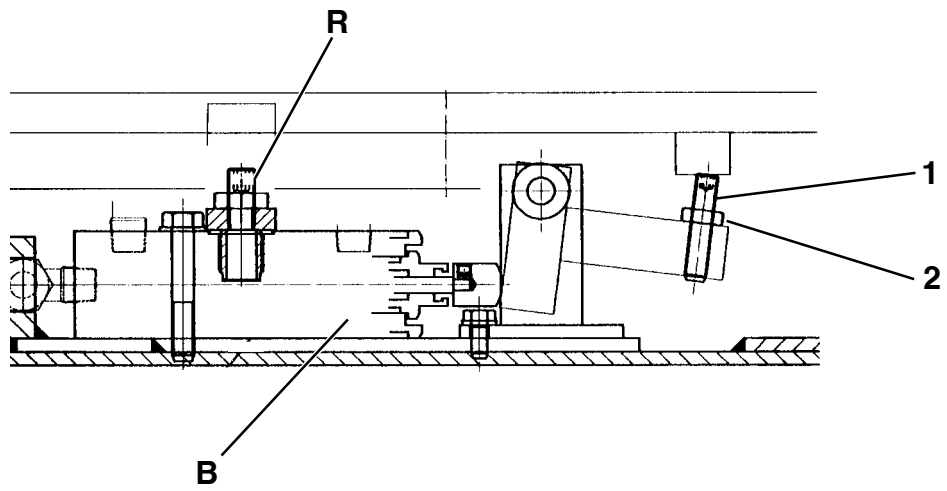
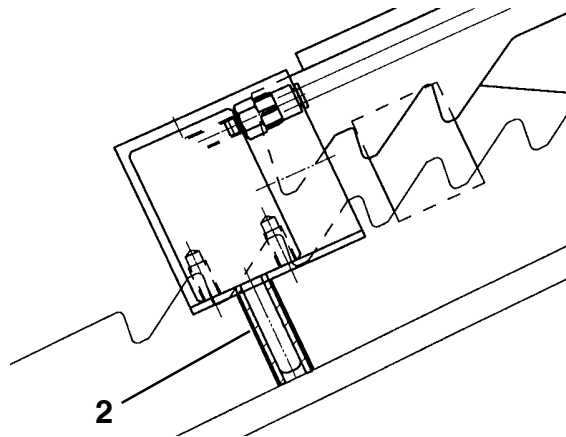
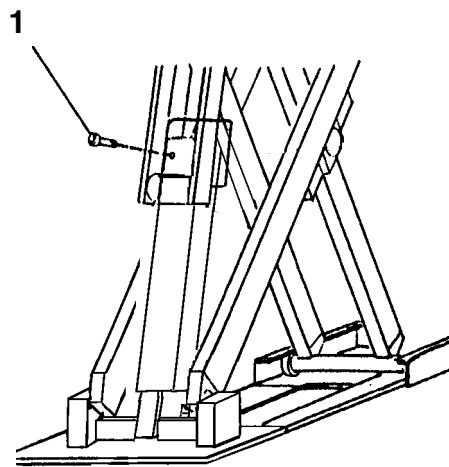

Fig. 15
Fig. 16
Fig. 17
Durante il collegamento dei tubi potrebbe entrare un po' di aria e quindi, per ristabilire il corretto funzionamento, operare come segue: con il rubinetto **R** chiuso, vedi Fig. 15, premere il pulsante di salita fino a battuta meccanica pedana **P1** (non importa la pedana **P2**).
Svitare la vite **1** (Fig. 17) del cilindro **P1** per spurgare l'aria (può verificarsi la discesa di **P2**) poi riavvitare.
Togliere l'alimentazione pneumatica in modo che l'arresto meccanico del cilindro **P1** rimanga agganciato sull'ultimo dente (cilindro tutto esteso) e inserire sotto l'arresto del cilindro **P2** il distanziale **2** (Fig. 16) (tubino Rilsan Ø 8x6 lungo 30 mm) in modo che il cilindro possa scorrere.
Aprire il rubinetto **R** (Fig. 15) e premendo il pulsante di discesa
with stopcock **R** closed (see Fig. 15), press the up button until platform **P1** reaches the mechanical stop (the position of **P2** is not important).
Loosen screw **4** (see Fig. 17) of cylinder **P1** to bleed the air (**P2** may drop), then tighten again.
Switch off the compressed-air supply so that the mechanical stop of cylinder **P1** remains fastened on the last tooth (cylinder fully extended) and fit spacer **2** (Fig. 16) underneath cylinder **P2** so the cylinder can slide. (Ø 8x6 rilsan tube of 30 mm length). floor. Open stopcock **R** (fig. 15) and press the down button to
Während des Anschlusses der Leitungen könnte etwas Luft eintreten. Zur Abhilfe bzw. Wiederherstellung des einwandfreien Betriebs, wie folgt vorgehen: bei geschlossenem Hahn **R** die Hebesteuertaste drücken, bis es zum mechanischen Anschlag der Fahrschiene **P1** kommt (die Fahrschiene **P2** ist unwichtig). Zur Entlüftung die Schraube **1** (Abb. 17) des Zylinders **P1** lösen (**P2** könnte sich senken) und wieder anziehen. Die pneumatische Versorgung unterbrechen, damit die mechanische Arretierung des Zylinders **P1** am letzten Zahn eingehakt bleibt (Zylinder ganz ausgefahren) und zur Zylindergleitung das Distanzstück **2**, (Abb. 116) (Schlauch aus Rilsan D. 8x6, 30 mm lang) unter die Arretierung des Zylinders **P2** einsetzen. Den Hahn **R** (Abb. 15) öffnen und über die Senksteuertaste **P2** bodeneben
Lors du raccordement des tuyaux, de l'air pourrait s'introduire dans le système, il faut donc opérer comme suit pour rétablir le bon fonctionnement: le robinet **R** (voir Fig. 15) doit être fermé; actionner la montée autant qu'il faut pour mettre le chemin de roulement **P1** en sa position de butée mécanique (la position du chemin de roulement **P2** n'est pas importante).
Desserrer la vis **1** (Fig. 17) du vérin **P1** pour purger l'air (il peut arriver que **P2** descende), puis resserrer.
Supprimer l'alimentation pneumatique de manière à ce que l'arrêt mécanique du vérin **P1** reste enclenché sur la dernière dent (vérin entièrement ouvert) et introduire sous l'arrêt du vérin **P2** l'entretoise **2** (Fig. 16) (tuyau rilsan Ø 8x6 30 mm de long) pour permettre au vérin de coulisser. Ouvrir le robinet **R** (Fig.
Durante la conexión de los tubos podría entrar un poco de aire y por este motivo, para restablecer el correcto funcionamiento es necesario proceder de la siguiente manera: con el grifo **R** cerrado, ver Fig. 15, presionar el pulsador de elevación hasta el tope mecánico de la plataforma **P1** (no interesa la plataforma **P2**). Destornillar el tornillo **1** (Fig. 17) del cilindro **P1** para purgar el aire (puede comprobarse el descenso de **P2**) y luego volver atornillar. Quitar la alimentación neumática de manera que el retén mecánico del cilindro **P1** se quede enganchado en el último diente (cilindro todo abierto) y colocar debajo del retén del cilindro **P2** el distanciador **2** (Fig. 16) (tubo de rilsan de Ø 8x6 longitud 30 mm) de manera que el cilindro pueda deslizar. Abrir el grifo **R** (Fig. 15) y presionando el pulsador de descenso bajar
fare scendere **P2** fino a terra, poi farla risalire 3-4 volte fino a 50-70 cm da terra. Assicurarsi che in centralina ci sia olio sufficiente. Portare **P2** a 150 cm di altezza e chiudere il rubinetto **R**, fare scendere il ponte di circa 50 cm dopo aver tolto il distanziale **2** (Fig. 16) e ripristinato il collegamento pneumatico, poi riaprire il rubinetto **R**. Mettere la **P2** 0,5-1 cm. più bassa di **P1**. Richiudere il rubinetto **R** bloccando con gli appositi controdadi e fare scendere a terra entrambe le pedane. **Staccare lo spinotto A** (Fig. 10). Il ponte funziona regolarmente quando partendo da terra ad un'altezza di 10 cm **P2** risulta più alta di **P1** di 1-2 cm.
15) et appuyer sur le bouton de descente pour porter **P2** au sol, le soulever ensuite 3 ou 4 fois de 50 à 70 cm du sol. S'assurer qu'il y ait suffisamment d'huile dans le boîtier de commande. Porter **P2** à une hauteur de 150 cm et fermer le robinet **R**. Faire descendre le pont de 50 cm environ après avoir retiré l'entretoise **2** (Fig. 16) et réactiver l'installation pneumatique, puis réouvrir le robinet **R**. Positionner **P2** à une hauteur inférieure de 0,5-1 cm par rapport à **P1**. Refermer le robinet **R** en bloquant les contre-écrous spécifiques et porter les deux chemins de roulement au sol. **Débrancher la fiche A (Fig. 10)**. Le pont fonctionne régulièrement lorsque, dès la position initiale au sol, après une course de 10 cm, **P2** dépasse **P1** de 1 ou 2 cm.
P2 hasta el suelo, y luego subirla 3-4 veces hasta que llegue a unos 50-70 cm. del suelo. Asegurarse que en la centralita haya bastante aceite. Colocar **P2** a 150 cm. de altura y cerrar el grifo **R**; bajar el puente unos 50 cm. después de haber quitado el distanciador (**2** Fig. 16) y una vez que se ha restablecido la conexión neumática, abrir nuevamente el grifo **R**. Colocar **P2** de 0,5 a 1 cm. más baja respecto a **P1**. Cerrar nuevamente el grifo **R** bloqueando con las correspondientes contratueras y bajar al suelo las dos plataformas. **Desconectar la clavija A (Fig. 10)**. El puente funciona normalmente cuando partiendo desde el suelo, a una altura de 10 cm, **P2** es más alta de **P1** 1-2 centímetros.